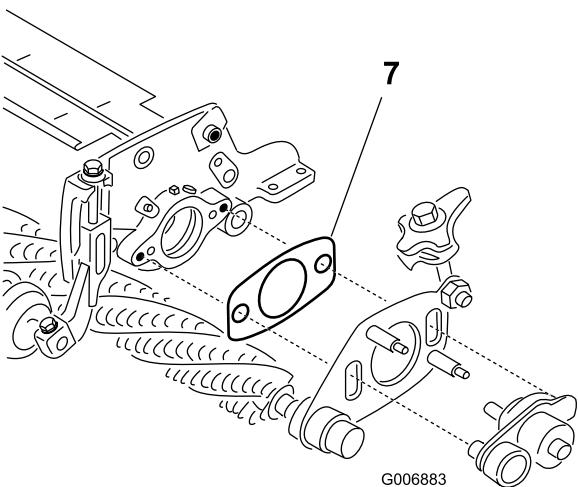

Figura 50
- Verificate che lo spessore (Figura 50) tra la piastra orientabile dell'elemento grooming lato comando e la piastra laterale dell'apparato di taglio non sia compresso dal mozzo del perno. Lo spessore deve potersi muovere senza attrito.